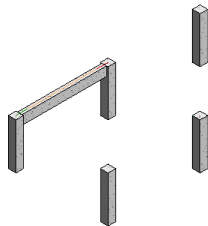

图 6-8 观察梁
(10) 将视图切换到三维视图，观察图形，如图 6-8 所示。